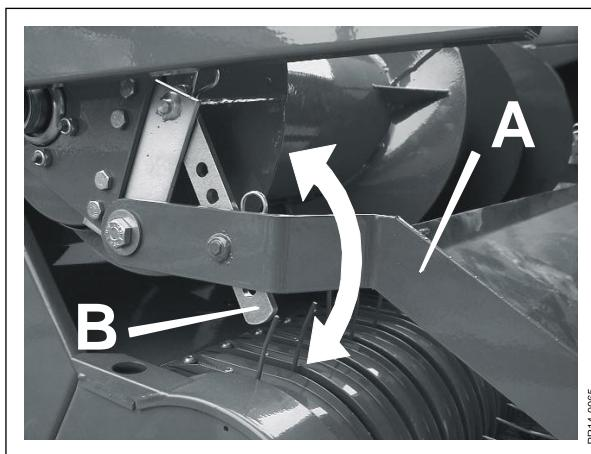

Fig. 4-2
- Fig. 4-2** Alt efter størrelsen og formen af afgrødestrengen kan afstanden fra indføringspladen **A** til pick-up fingrene indstilles ved hjælp af hulrækken i justeringspladerne **B**. Her gælder, des større og kraftigere streng, des større afstand mellem indføringsplade og pick-up fingre er ønskelig.